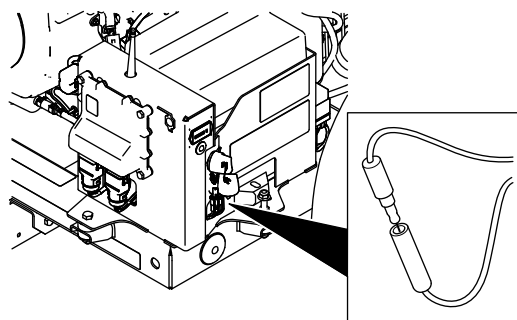

Рисунок 55
2. Выньте одноштыревой разъем из одногнездового разъема (Рисунок 55).
3. Вставьте одноштыревой разъем в одногнездовой разъем (Рисунок 55).